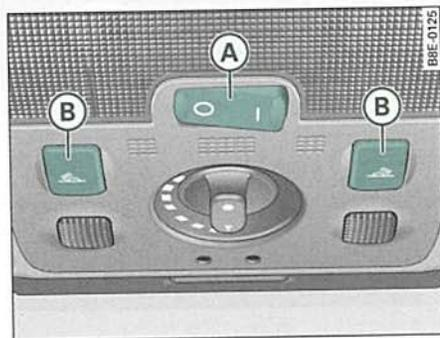

Fig. 71 Detalle del revestimiento del techo: Iluminación delantera del habitáculo
El interruptor basculante (A) ⇒ fig. 71 para el manejo de la luz delantera del habitáculo tiene las siguientes funciones: